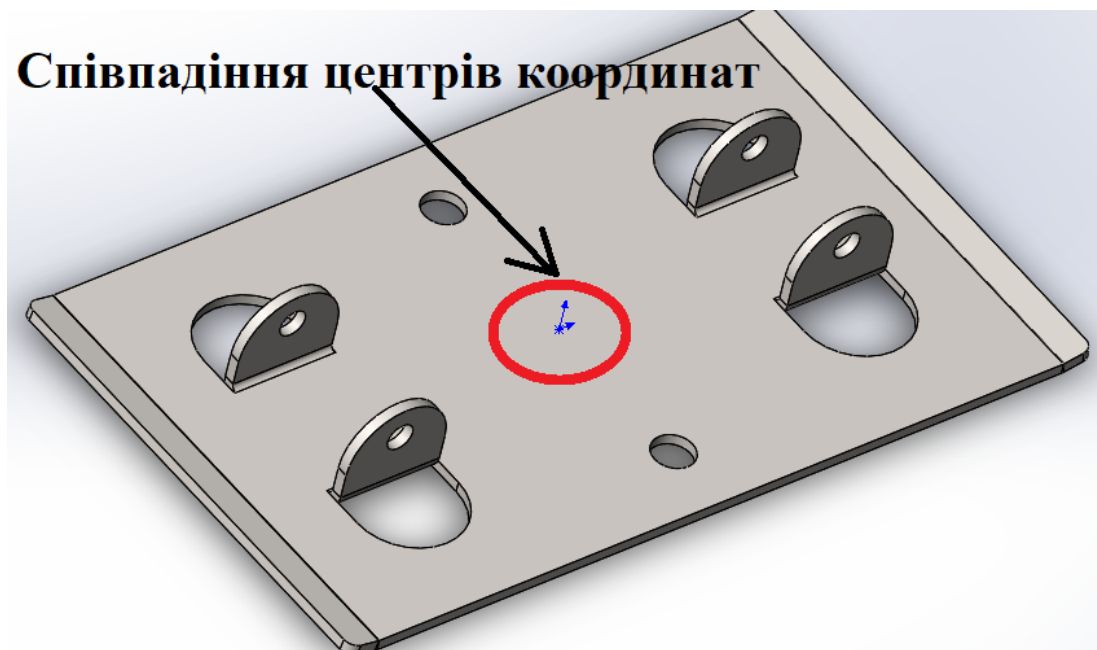

Рис.2. Розміщення базової деталі
1.3. Першим додати деталь «**Опора нижня**» (рис.2). Використати команди **Сборка-Вставить компоненты** у відкритому вікні **Деталь/Сборка для вставки** обрати «**Опора нижня**». Вставити дану деталь так, як це показано на рис.2 – необхідно забезпечити співпадіння довідкової системи координат деталі та збірки.